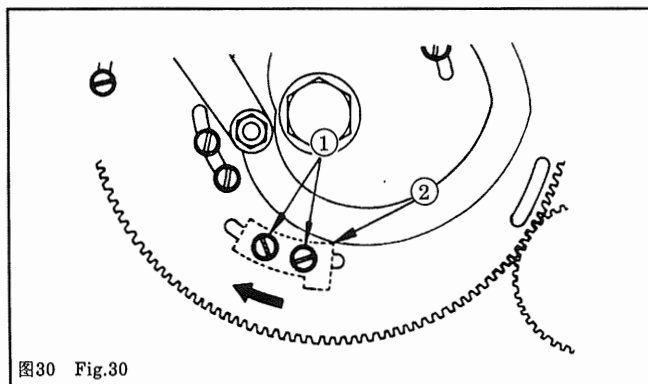

图30 Fig.30
27.切刀时间的调节 图30
27. TIMING FOR DROPPING THE KNIFE Fig.30